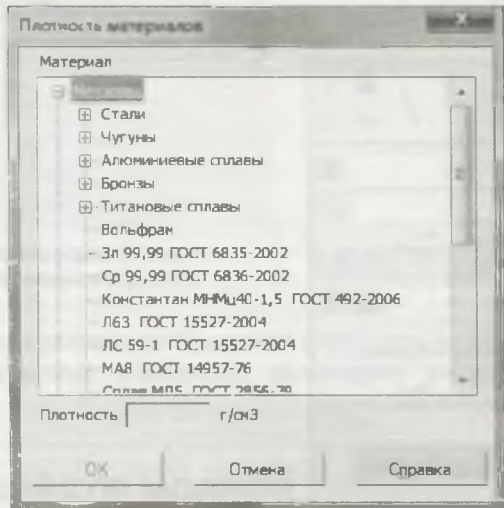

Рис. 23.12. Окно **Плотность материала**
-  **Выбрать материал из списка** — появляется диалоговое окно **Плотность материала** (рис. 23.12), в котором можно выбрать материал (только в случае, если нет библиотеки **Материалы и Сортаменты для КОМПАС**);